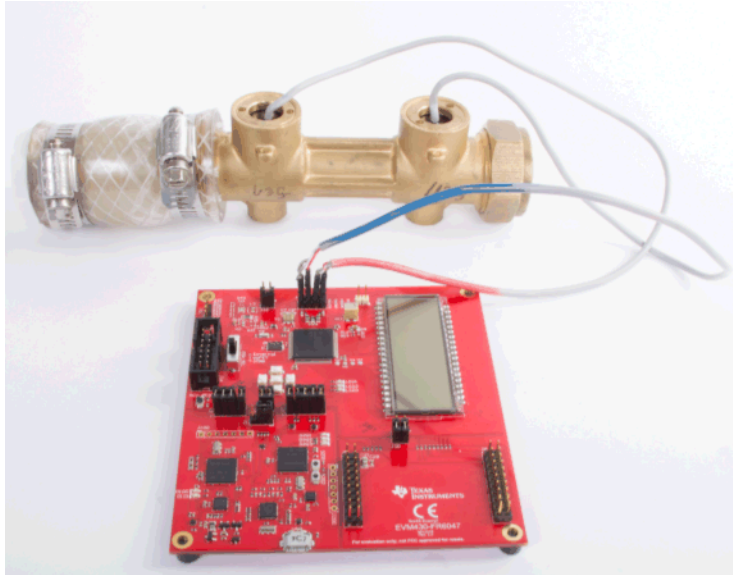

图 2-1. EVM430-FR6047 已连接到流量计
1. 将 EVM430-FR6047 连接到流量计 (请参阅图 2-1) 。